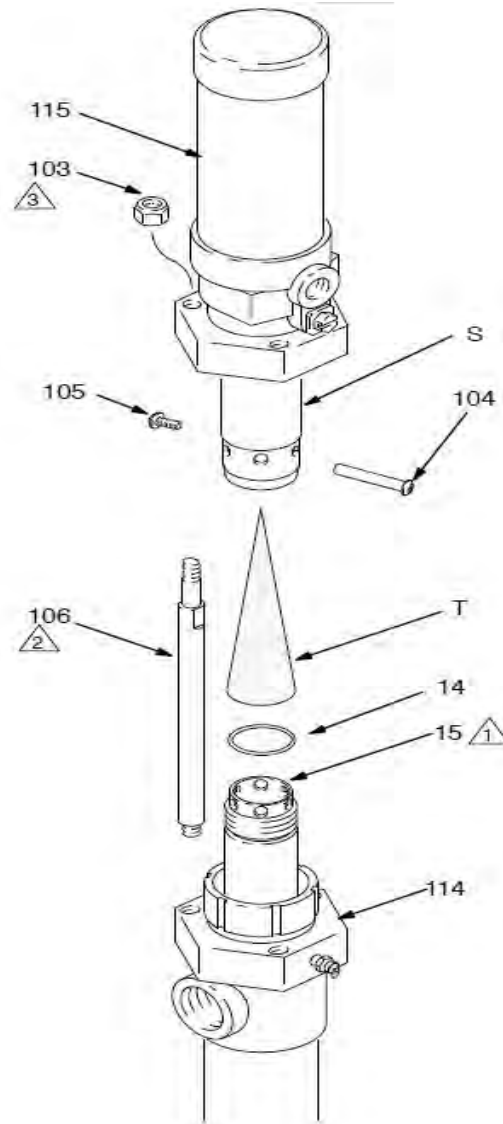

Рис. 6
3. См. раздел Рис. 6 . Открутите стопорные гайки (103) стяжных шпилек.
4. Отверните и выньте винт (105) и втулку (104).
5. Приподнимите пневматический двигатель (115) и снимите его с поршневого насоса (114). Выверните шток (15) поршневого насоса из соединительного штока (S) пневматического двигателя.
1. При подсоединении пневматического двигателя нанесите консистентную смазку на литиевой основе на резьбу штока (15) поршневого насоса. Убедитесь, что на штоке установлено уплотнительное кольцо (14).
2. Вставьте глушитель (Т) в соединительный шток (S) пневматического двигателя, как показано на Рис. 6.
3. Наверните шток (15) поршневого насоса на соединительный шток пневматического двигателя, затянув его вручную, и вверните винт (105) во втулку (104).
4. Нанесите резьбовой герметик на резьбу стяжных шпилек (106). Для обеспечения надлежащего выравнивания сначала свободно наверните стопорные гайки на стяжные шпильки (106), а затем равномерно затяните их с моментом 15 Н•м (8 футофунтов).